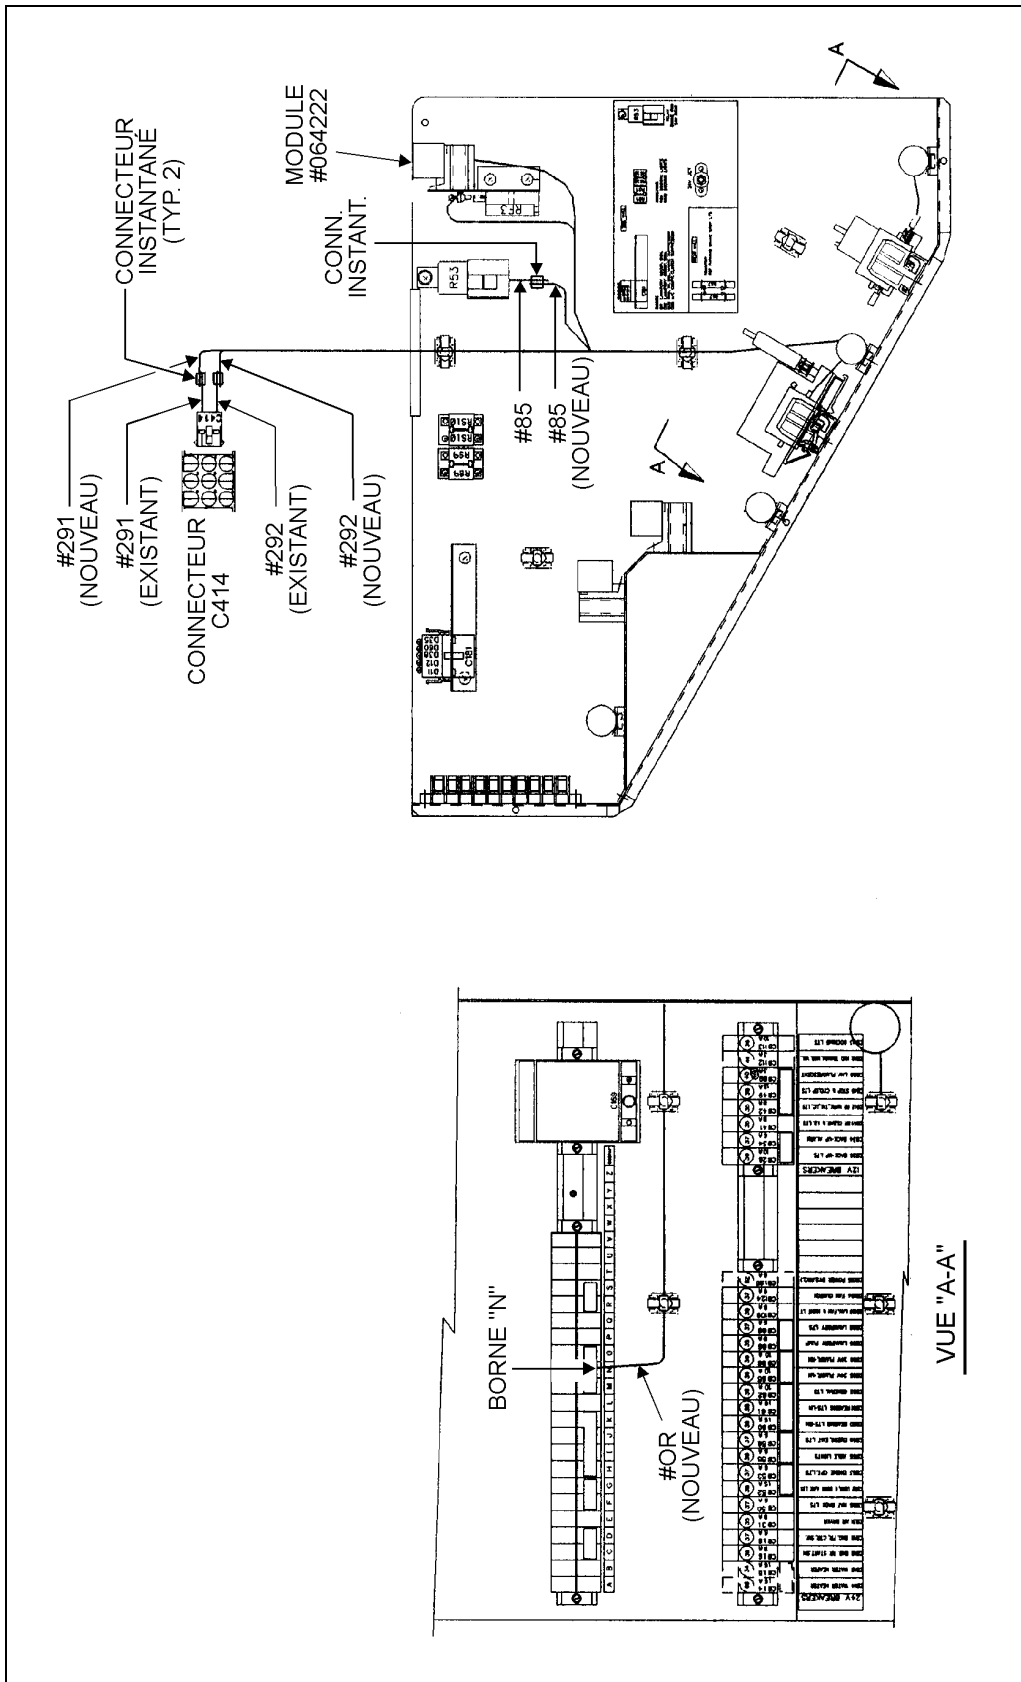

FIGURE 2
5. Identifier parmi les fils fournis avec le module de contrôle, les fils rouges #291 et #292. Acheminer ces fils jusqu'au connecteur blanc C414. Brancher le fil #291 avec le fil #291 du connecteur C414 en utilisant le connecteur instantané #560710. Répéter pour les fils #292. Voir figure 2 (page 3).
6. Identifier parmi les fils fournis avec le module de contrôle, le fil rouge #85, couper ce fil près du terminal à anneau, jeter le terminal, puis acheminer le fil jusqu'à la base de relais R53. Brancher le fil #85 avec le fil #85 de la base de relais R53 en utilisant le connecteur instantané #560710. Voir figure 2.
7. Identifier parmi les fils fournis avec le module de contrôle, le fil noir #OR, acheminer ce fil jusqu'à la borne négative identifiée "N", puis le brancher à cette borne. Voir la vue "A-A" à la figure 2.